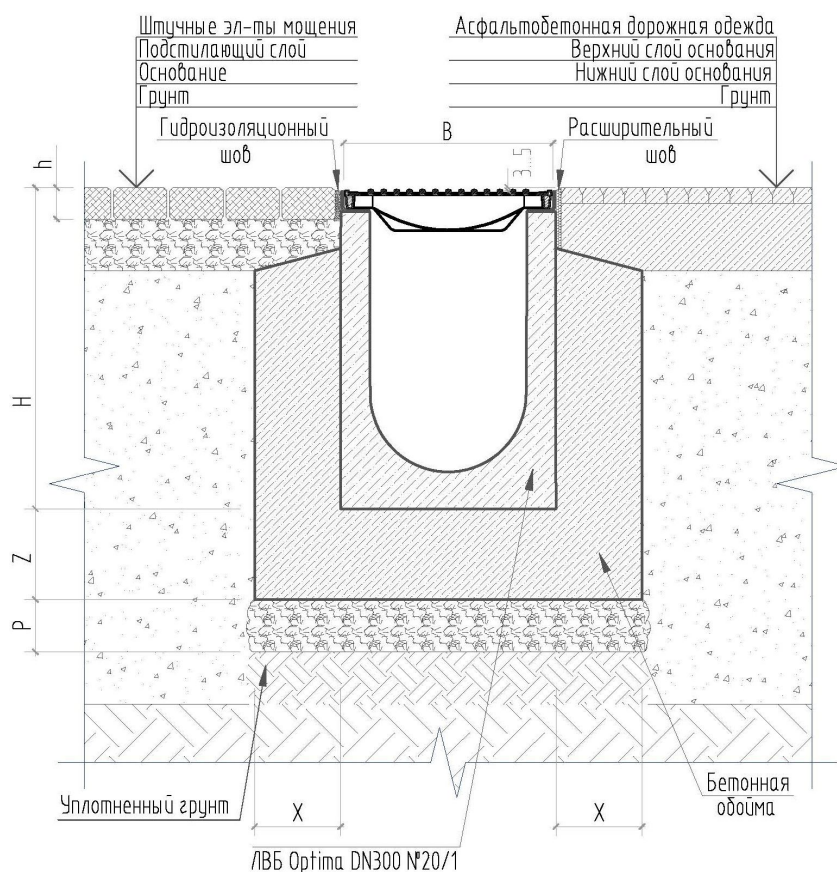

Рис. 7 – Монтаж бетонных лотков с асфальтобетонным покрытием и штучными элементами мощения.
- при устройстве бетонного или асфальтового покрытия – устраивается технологический (расширительный) шов,  $t=10\text{мм}$  – герметик, шнур, мастика / пенополиэтиленовая прокладка/ битумная мастика, в зависимости от нагрузки (рис. 7).